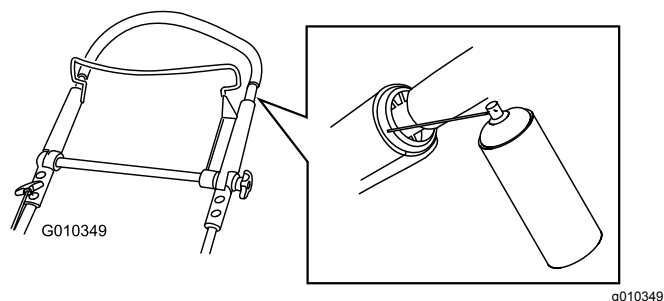

Figura 20
1. Spruzzate il prodotto sull'estremità esterna di plastica della parte interna della stegola (Figura 20).